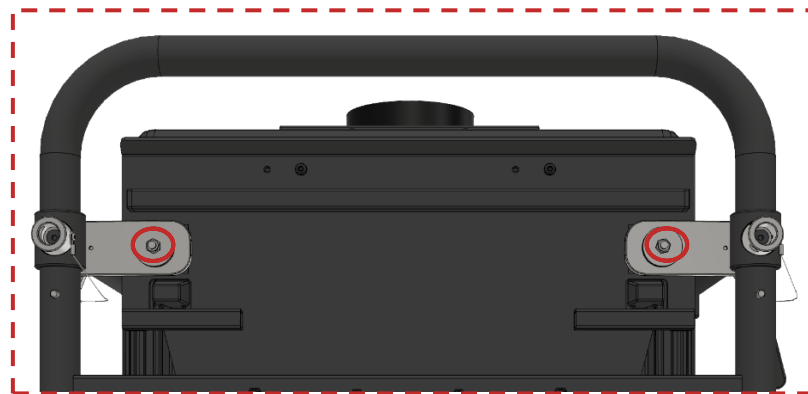
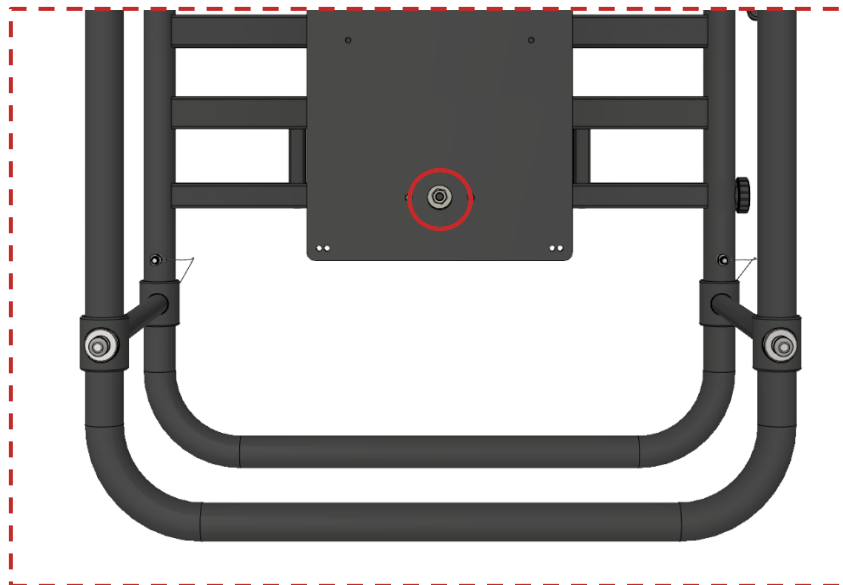

Abbildung 20 Muttern auf der Unterseite vorn, die mit rotem Wachs versiegelt sind
Abbildung 21 Mutter auf der Oberseite in der Mitte, die mit rotem Wachs versiegelt ist
- Auf die drei Schrauben und Muttern auf den beiden obigen Bildern (Abbildung 20 und Abbildung 21) ist rotes Siegelwachs aufgetragen, um sicherzustellen, dass die Muttern immer in derselben Position sind und niemand versucht, sie festzuziehen oder zu lösen.
Bis auf die drei im vorherigen Abschnitt beschriebenen Muttern (siehe Abbildung 20 und Abbildung 21) kontrollieren Sie bitte mit entsprechendem Werkzeug, dass alle anderen Schrauben fest angezogen sind.